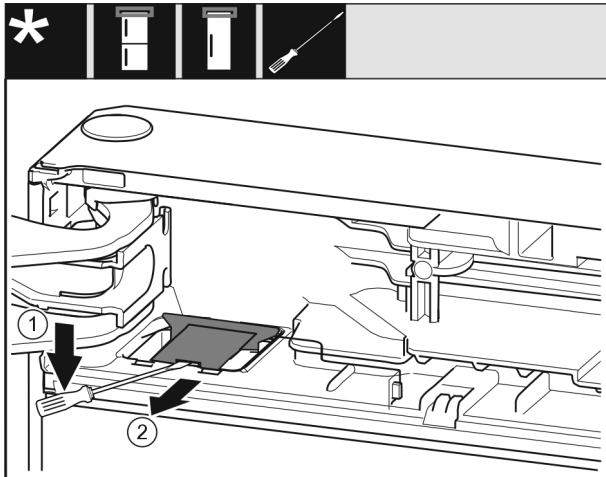

Fig. 10
- ▶ Зніміть кришку Fig. 10 (1) за допомогою шліцьової викрутки.
- ▶ Вийміть кришку Fig. 10 (2).